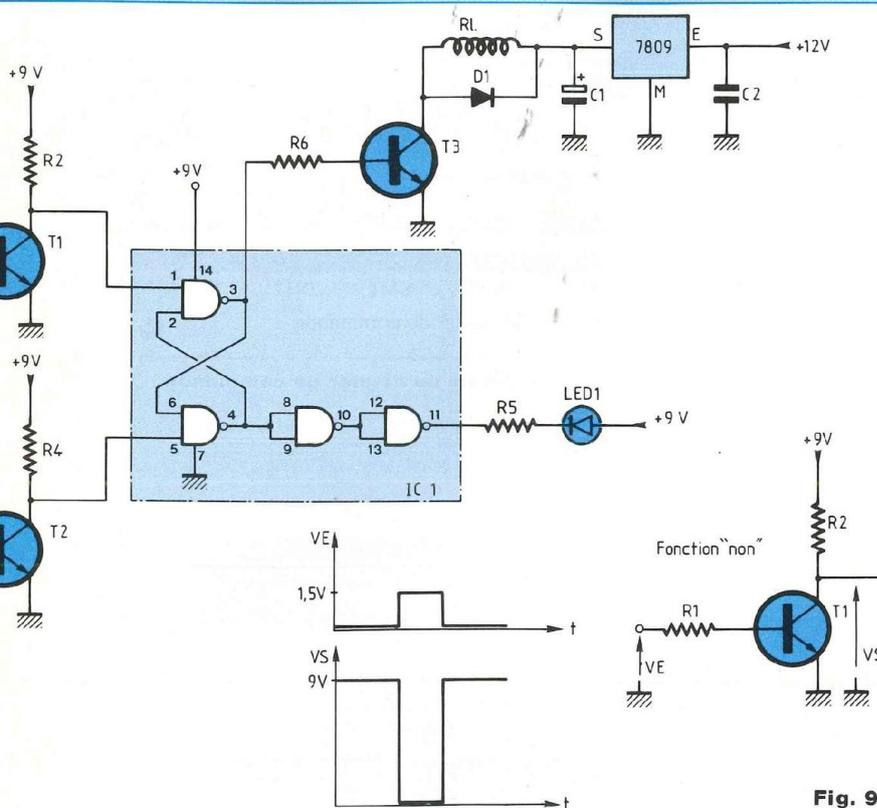
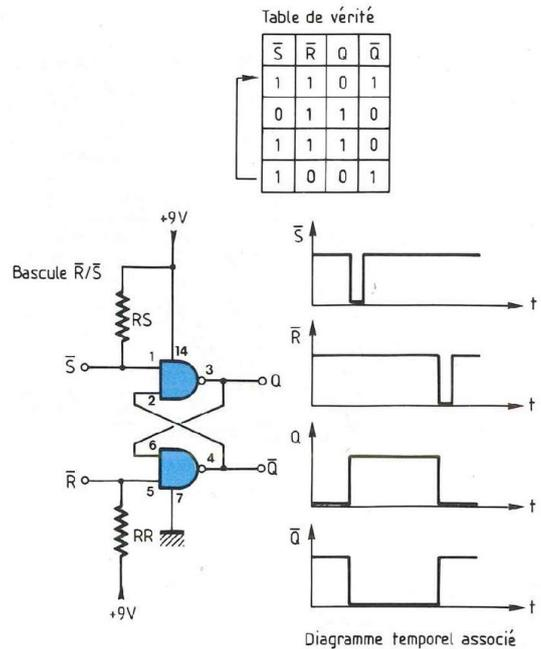

Fig. 9
Fig. 10
- Ces mêmes signaux viennent de subir une complémentation logique (inversion) par l'intermédiaire de T1 et T2 (figure 9), nous allons donc devoir utiliser une bascule à entrées complémentées de façon à ce que tout rentre dans l'ordre (bascule  $\bar{R}/\bar{S}$  : figure 10).